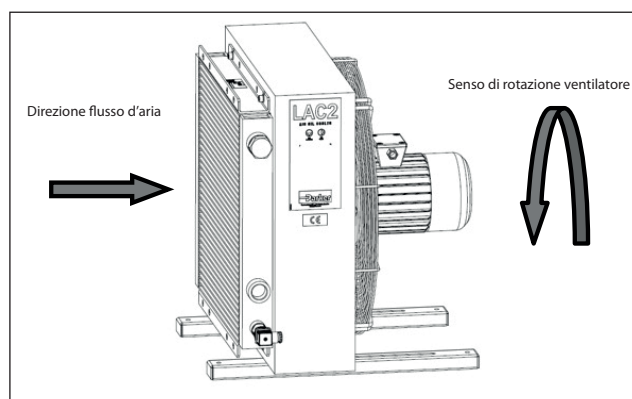

Fig. 25
6. In funzionamento verificare che, all'intervento del ventilatore, il senso di rotazione ed il flusso d'aria corrispondano allo schema di Fig. 25.